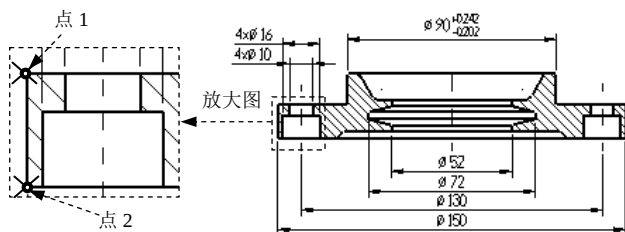

图 4.5.22 定义标注对象
② 定义标注对象。在绘图区选取图 4.5.22 所示的点 1 和点 2 为标注对象。
③ 设置标注参数。在“尺寸标注”工具栏中单击  按钮使其处于按下状态。